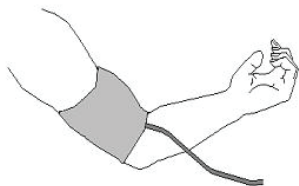

Figure 2.5 Position du brassard
2. Pose du brassard : déplier le brassard et l'enrouler régulièrement autour du haut du bras avec un serrage suffisant. La bonne position du brassard est illustrée à la figure 2.5.